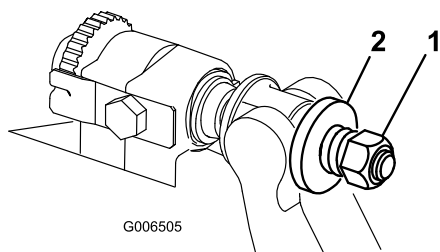

図 32
5. スプリングがつぶれるまでテンションナットを締め、そこから半回転戻す 図 32。